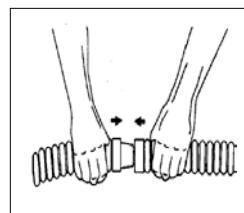

Abb. 4
Der Reiniger enthält elf (11) 81 cm lange Anschlussschläuche und einen (1) 81 cm langen Hauptschlauch mit einem grauen Endstück. Die Schlauchabschnitte des Reinigers miteinander verbinden, indem das Einsteckende eines Schlauchs kräftig in das Aufnahmeende eines anderen Schlauchs gedrückt wird (Siehe Abb. 4). Je nach Größe und Form Ihres Schwimmbeckens ist es nicht immer erforderlich, alle Schläuche zu verwenden. Für den einwandfreien Betrieb Ihres Reinigers **MUSS DER HAUPTSCHLAUCH IMMER** angeschlossen werden. Es ist nicht nötig, die Schläuche bis zum Anschlag einzuführen, aber sie **MÜSSEN** einen ausreichenden Halt aufweisen, um Luftverluste zu vermeiden. Das Befeuchten der Schlauchenden erleichtert ihre Verbindung.